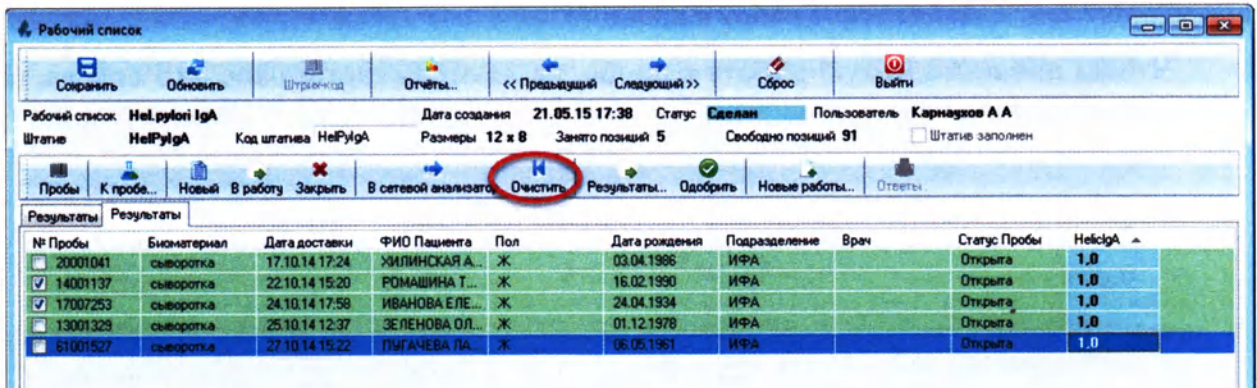

Рисунок 6.38
2. Чтобы удалить результаты по всем пробам нажмите кнопку «Очистить» (Рисунок 6.38):